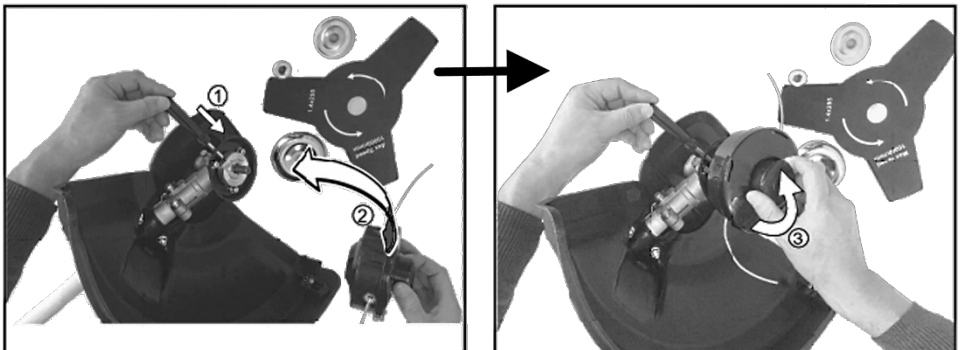

Рисунок 6
3.6 Встановлення ріжучої котушки з жилкою (рисунок 6)